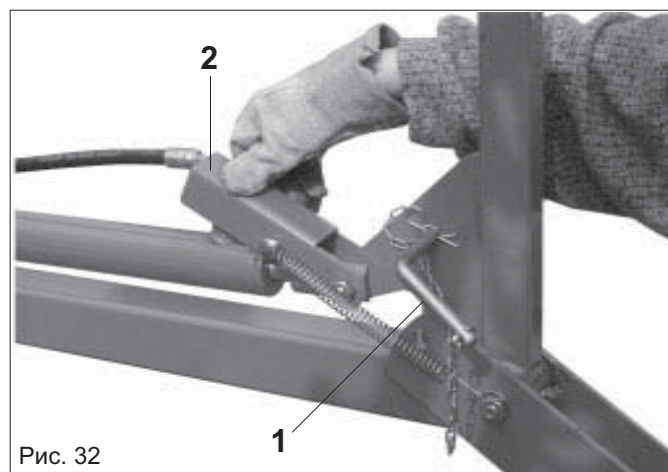

Рис. 32
- 2) Отцепить предохранительные защелки, расположив их в гнезде (1 Рис. 32) и опустить вдоль цилиндра стопорную скобу (2 Рис. 32).